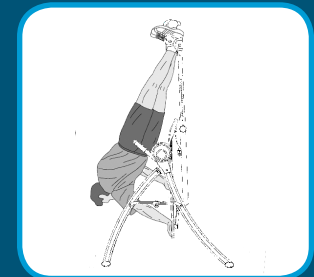

Figura 10
- Agregue estiramientos ligeros y ejercicios suaves solamente después de sentirse cómodo con la inversión (Figura 10). Moverse mientras está invertido puede ayudarle a hacer de la inversión una experiencia más cómoda ya que hace que las articulaciones se realíen y los músculos se estiren y se relajen.